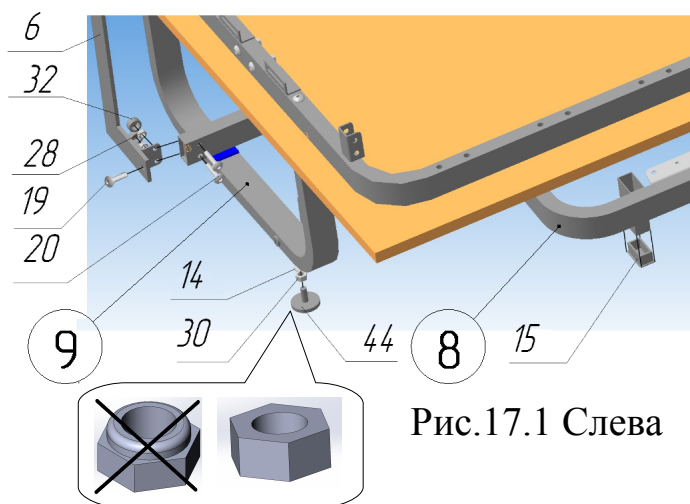
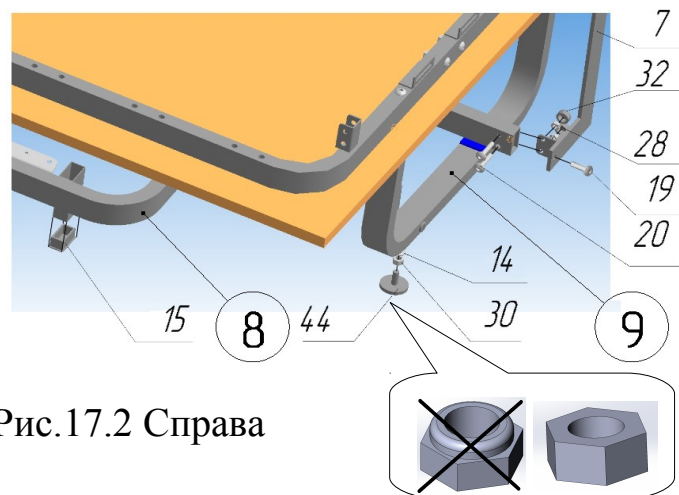

Рис.17.1 Слева
Рис.17.2 Справа
13. Установить снизу в ножки рамы столешницы поз.8 заглушки трубы 35х20 поз.15 (рис.17.1, 17.2). В опоры стола поз.9 вернуть ножки регулируемые М8х22 поз. 44, используя шайбы стопорные поз. 14 и гайки М8 ГОСТ поз. 30 в
соответствии с рисунками 17.1 и 17.2. Шайбы поз. 14 устанавливать между гайкой поз.30 и опорой стола поз.9. Вращая ножки поз.44, отрегулировать горизонтальное положение рамы кровати. Придерживая от вращения ножки поз.44, затянуть гайки поз.30 таким образом, чтобы шайбы стопорные поз.14 оказались зажаты между гайками поз.30 и опорами стола поз.9 слева и справа (см. рис.17.1 и 17.2).
14. Присоединить к раме столешницы поз. 8 рычаг левый поз.6, применив винт М6х25 поз. 19 и 2 винта М6х30 поз.20, 2 гайки со стопорным кольцом М6 поз.28 (см. рис.17.1). На гайки поз.28 надеть колпачки пластмассовые малые поз. 32. Сделать то же самое на правой стороне, аналогично установив рычаг правый поз.7 (см. рис.17.2).